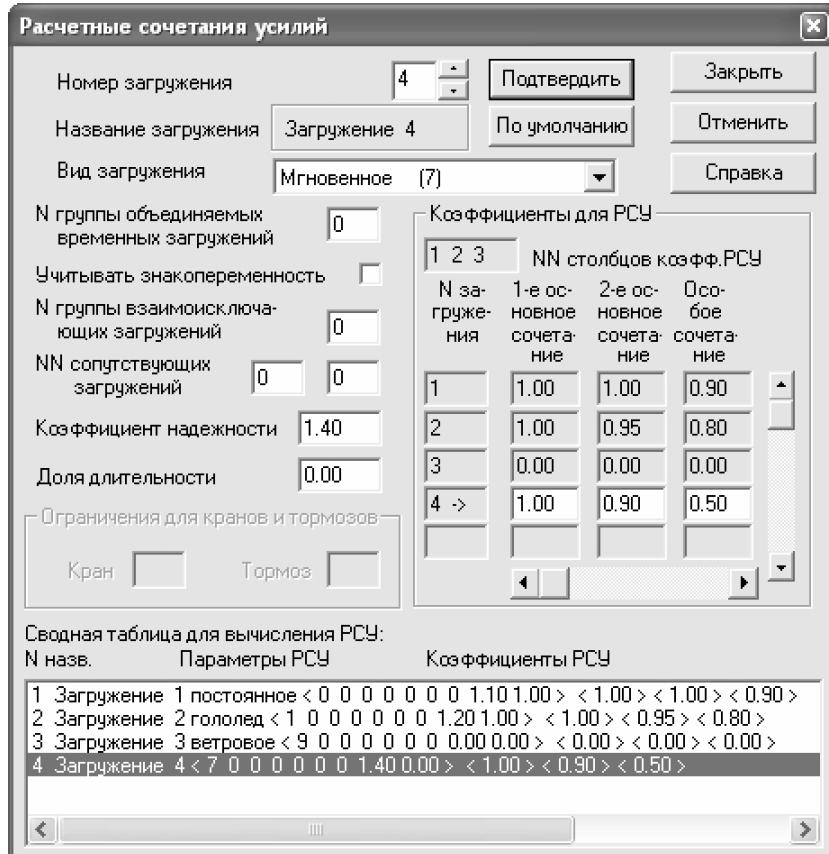

Рис.5.24. Диалоговое окно **Расчетные сочетания усилий**
- С помощью пункта меню **Нагрузки** ⇒ **РСУ** ⇒ **Генерация таблицы РСУ** (кнопка на панели инструментов) вызовите диалоговое окно **Расчетные сочетания усилий** (рис.5.24).